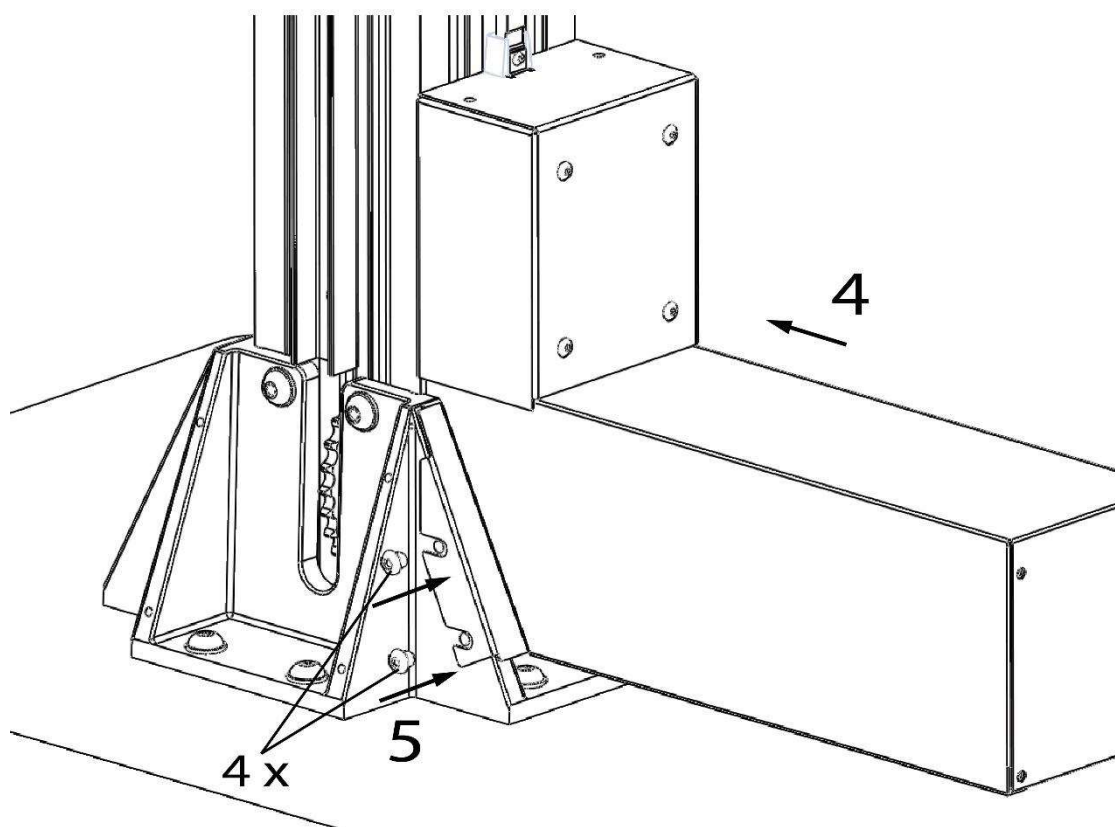

Figura 5: Reinstalación de la cubierta del motor
- Vuelva a instalar la cubierta del motor (**figura 5**).